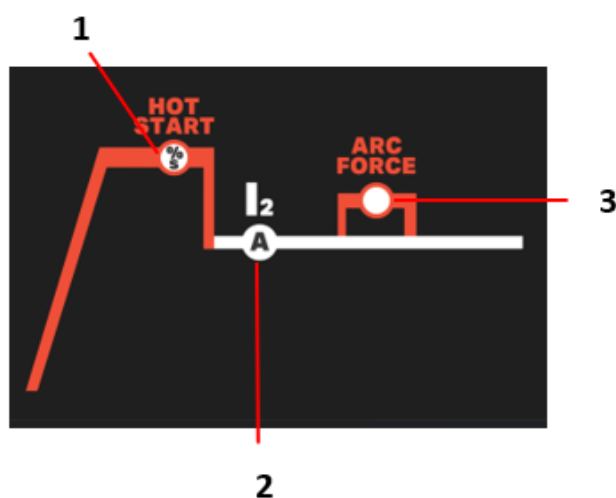

Fig. 1 – Parámetros MMA
Para DC 164 e DC 204 (Ver los Artículos de la Fig. 1 A)
- Ajustar el valor de la corriente al diámetro del electrodo (Fig.1 - 2), según la siguiente tabla, para ajustar las máquinas según el electrodo a utilizar e iniciar la soldadura.